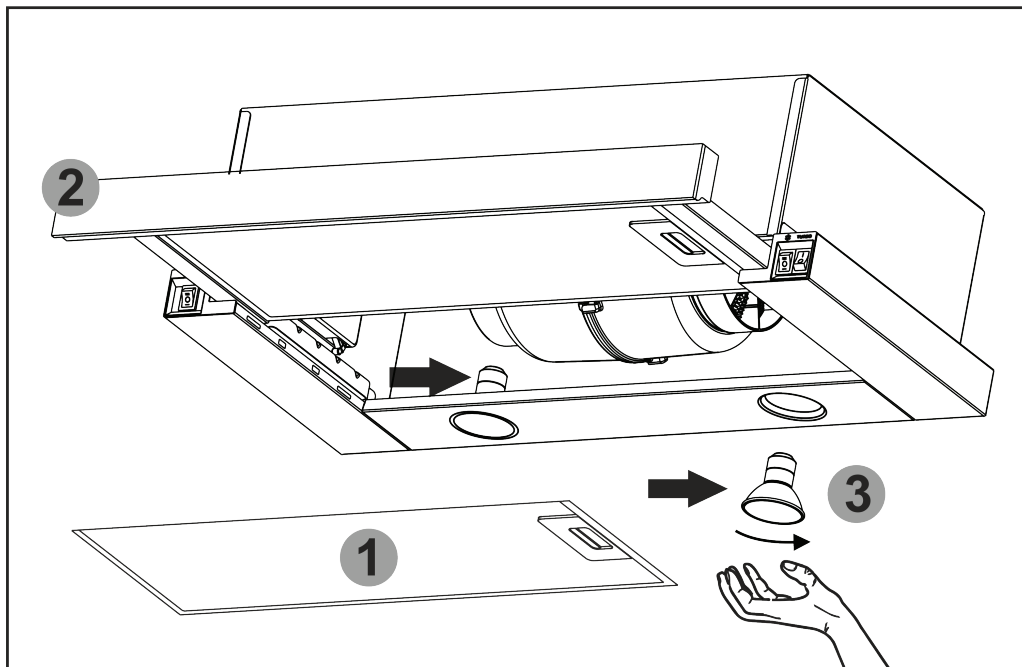

Рис.7
8.9 На вытяжке установлении **LED SMD** лампы подсветки рабочей зоны плиты. Перед началом замены ламп освещения необходимо отключить вытяжку от электросети, дать возможность охладеть лампам. Для замены лампы необходимо снять алюминиевый фильтр **1**, вытянуть выдвижную панель с фильтром **2**, отжать держателя патрона на себя, чтобы лампа **3** вышла из корпуса вытяжки, удерживая держатель патрона, слегка надавить на лампу в направлении патрона и, повернув ее против часовой стрелки, вынуть из корпуса вытяжки (**рис.7**).